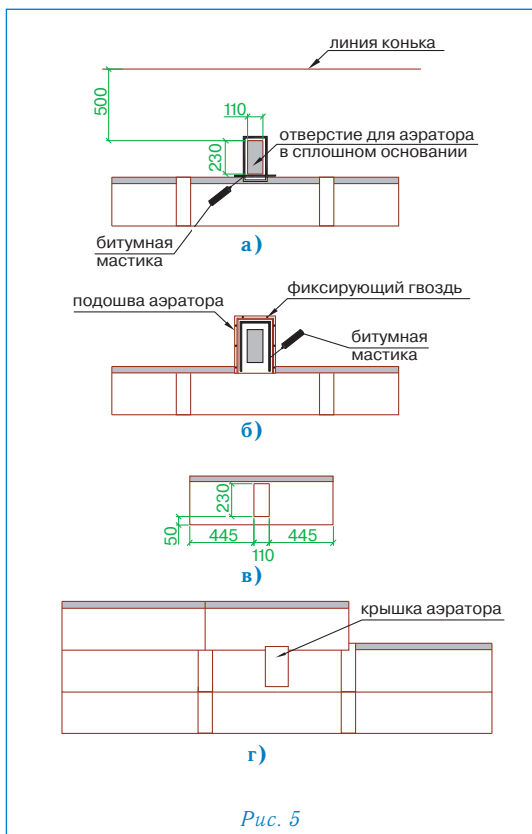

Рис. 5
Установка аэратора (рис. 5)
- В сплошном основании кровли прорезается отверстие 110 × 230 мм, расположенное согласно рис. 5а;
- корпус аэратора устанавливается поверх отверстия и фиксируется гвоздями из нержавеющей стали; по верхней и боковым сторонам подошвы корпуса также наносится битумная мастика (рис. 5б);
- далее укладывается очередной ряд черепицы; подошва аэратора при этом закрывается листом ПРЕСТИЖ НОВЫЙ РИМ с заранее прорезанным в нем отверстием (рис. 5в);
- на корпус аэратора устанавливается крышка, которая фиксируется нажатием (до щелчка) (рис. 5г).